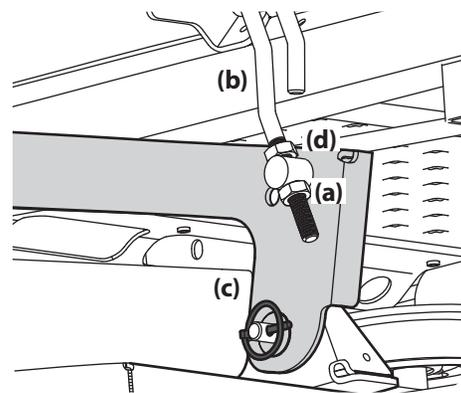

Figure 4-5
3. Desserrez le contre-écrou inférieur (a) situé sur la barre ajustable (b) qui est fixée au bras de relevage (c) pour abaisser le plateau de coupe, puis serrez le contre-écrou supérieur (d) pour fixer le plateau de coupe. Desserrez le contre-écrou supérieur (d) et serrez le contre-écrou inférieur (a) pour relever et fixer le plateau de coupe. Voir Figure 4-5.